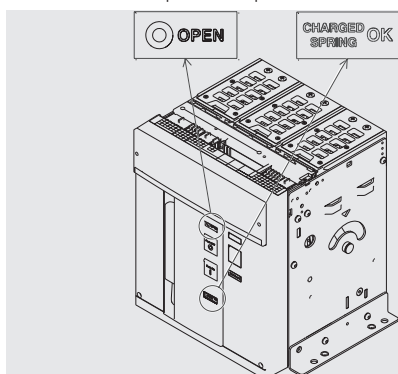

Figura 27
3. Controlar que el interruptor esté abierto (indicador abierto/cerrado "O - OPEN") y controlar que los resortes estén cargados (indicador resortes "amarillo - CHARGED SPRING") como indicado en Figura 27.